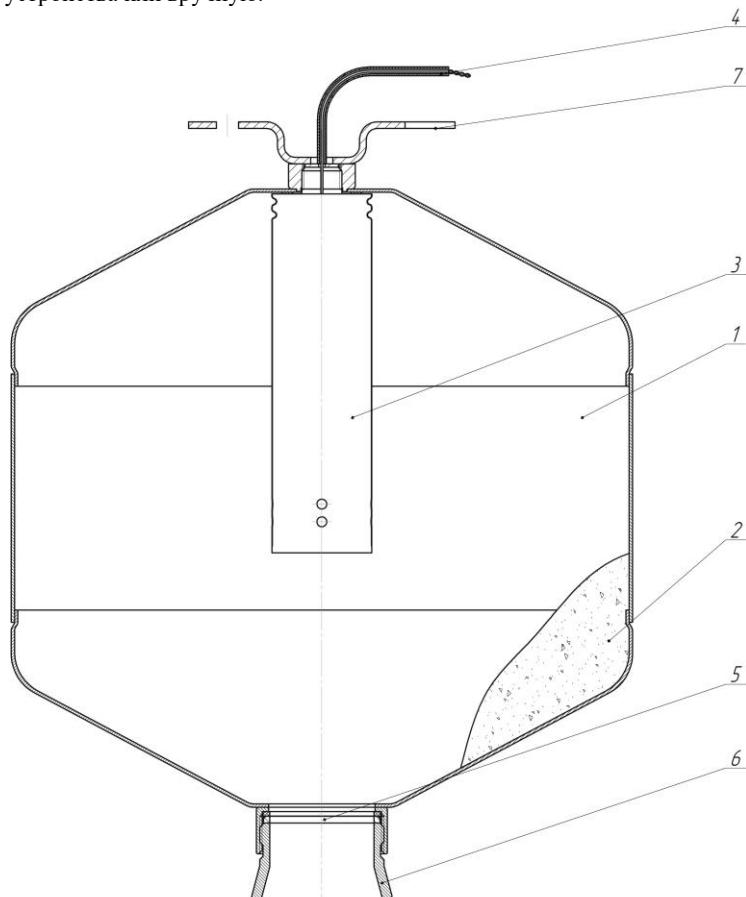

Рис. 3
3.1.1 МПП (рис. 3) состоит из корпуса **1**, в котором размещаются огнетушащий порошок (ОП) **2** и газогенерирующее устройство (ГГУ) **3** с электроактиватором **4**. В нижней части корпуса, выходное отверстие которого перекрыто мембранный **5**, находится насадок-распылитель **6**. Соединительные провода электроактиватора ГГУ **3** выведены через герметичный узел в корпусе МПП. В верхней части модуль снабжен кронштейном **7** для крепления к потолочному перекрытию.